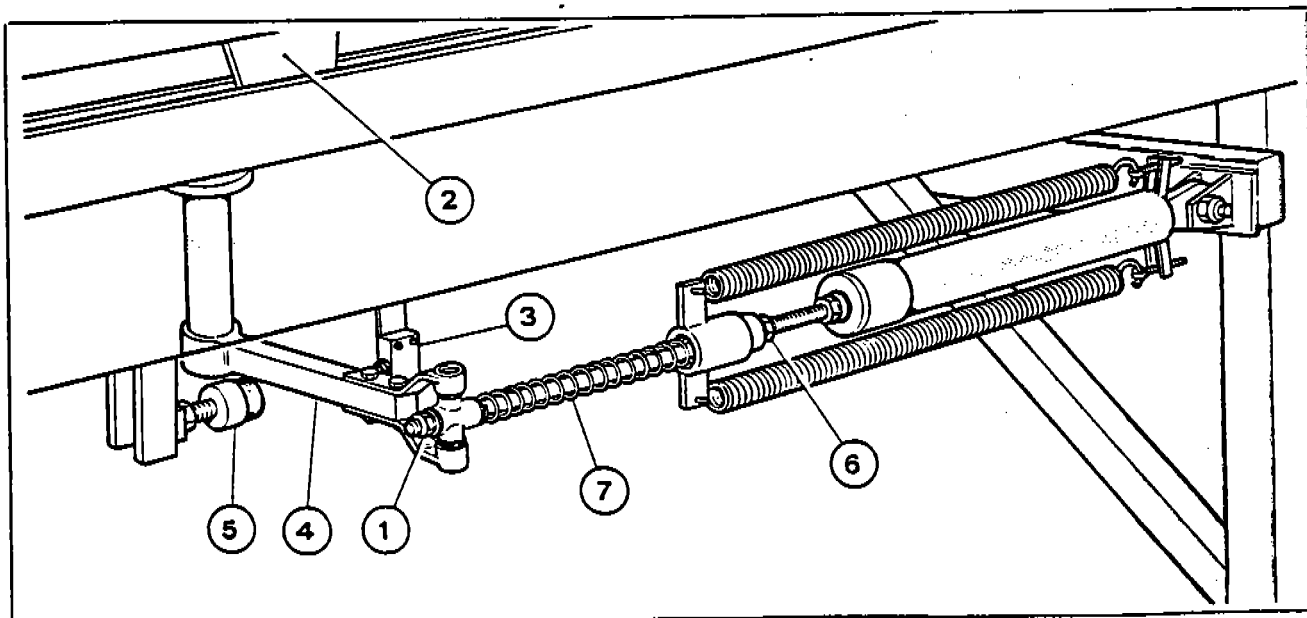

Fig. 50
- 1) Agendo sul dado (1-Fig. 50), regolare la massima apertura delle ganasce, cilindro tutto chiuso. in modo da consentire il passaggio libero delle lame bloccaggio convoglio (2-Fig. 50): gioco consigliato 4 mm (2 + 2).
Dopo detta regolazione, posizionare il microinterruttore (3-Fig. 50) in modo che sia azionato dalla leva (4-Fig. 50).
- 3) Controllare la luce esistente tra i ferodi delle ganasce. Questa deve corrispondere a circa 2 mm in meno dello spessore della lama (2-Fig. 50) di bloccaggio convoglio. Se necessario, regolare il tampone (5-Fig. 50) fino ad ottenere la giusta regolazione.
4) Se dopo aver eseguito le operazioni ai punti 1), 2), 3) la frenata risultasse insufficiente aumentare il tempo di frenata come descritto al punto 2.2.2. g). Se necessario agire sulla molla di regolazione pressione di frenata tramite i dadi (6-Fig. 50).
Verificare che a freno completamente chiuso, con convoglio in stazione, la molla (7-Fig. 50) non sia completamente compressa ma che ci sia della luce tra spina e spina in modo da evitare lo sneramento della molla stessa.